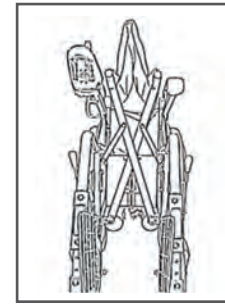
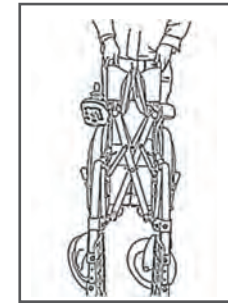
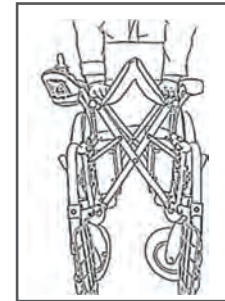
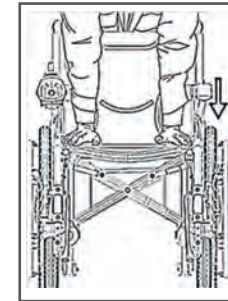

Abbildung 3
Abbildung 4
Abbildung 5
Abbildung 6
- Nehmen Sie den elektrischen Rollstuhl aus dem Karton. Heben Sie die zusammengeklappte Rückenlehne hoch, drücken Sie auf beiden Seiten die Schläuche der Rückenlehne runter, öffnen Sie den elektrischen Rollstuhl, bis das Sitzkissen und das Rückenkissen vollständig ausgeklappt sind. Siehe Abbildung 3, Abbildung 4, Abbildung 5 und Abbildung 6.